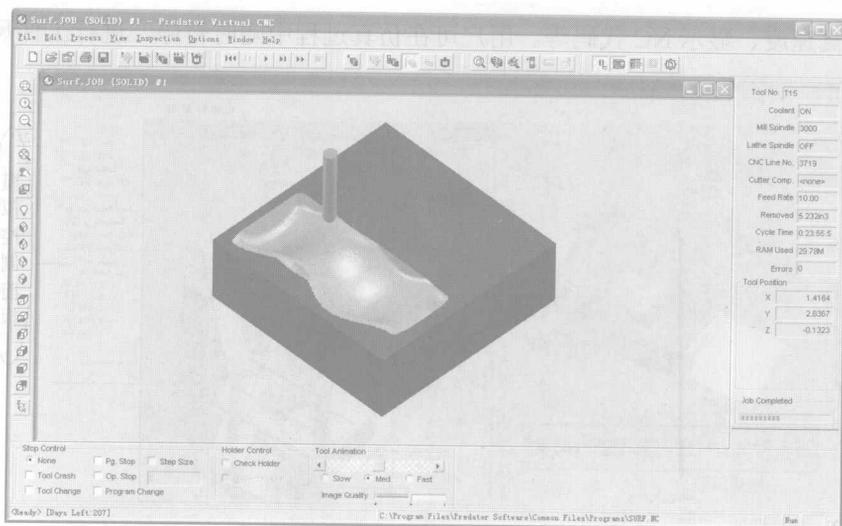
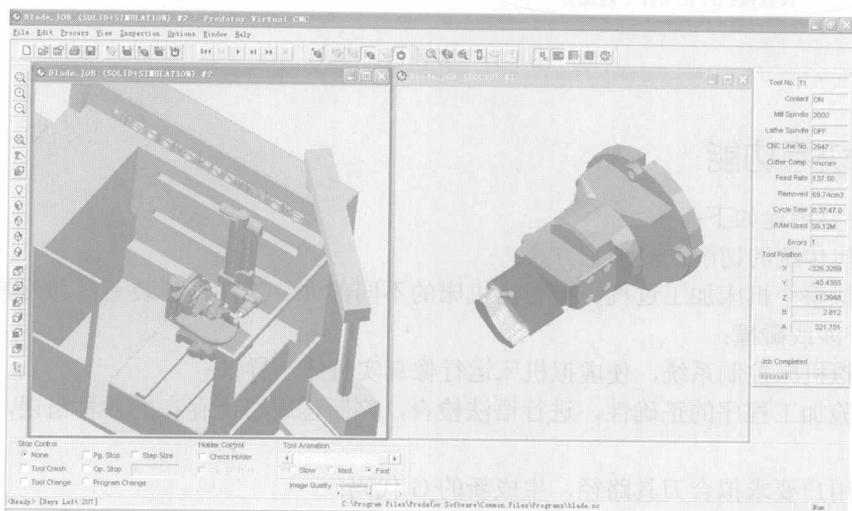

图 1-12 3 轴铣加工模拟
图 1-13 多轴加工模拟仿真
(1) **支持 2 至 5 轴铣加工模拟仿真 (2, 3, 4 & 5 Axis Milling)** Virtual CNC 支持多种 2 至 5 Axis 数控机床，如 VMC3-Axis, VMC4-Axis, VMC5-Axis, HMC X-Vert, HMCY-Vert, HMC4AxisX-Vert, HMC4AxisY-Vert, HMC5AxisX-Vert, HMC5AxisY-Vert。在模拟仿真这些机床的加工过程中，可以检测各运动部件的运动干涉情况。虚拟仿真支持旋转头、旋转台、摆动头、摆动台、多主轴等复杂机床的运动。此外，用户可根据机床类型和控制器型号，灵活地客户化配置机床。模拟仿真支持标准铣削和钻孔循环等。增强功能包括：支持子程序、宏、变量表达式、循环与分支语句等。图 1-12 是 3 轴铣加工模拟仿真。图 1-13 是带机床多轴加工模拟仿真。